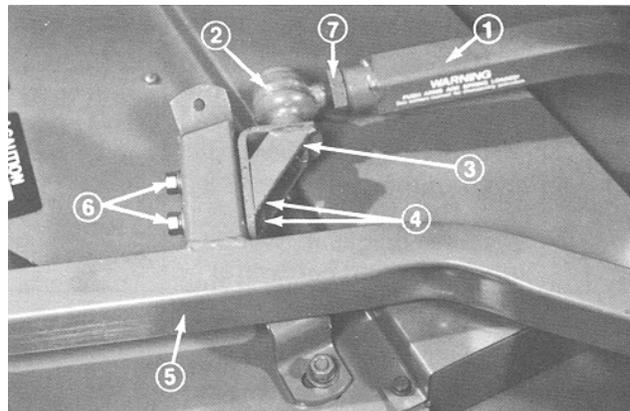

Figure 13
3. Fixez le support de rotule (Fig. 13) au support de montage avec deux vis d'assemblage (7/16 x 3 po), 2 rondelles plates (7/16 po) et 2 écrous (7/16 po). La tête des vis d'assemblage et les rondelles plates doivent être en contact avec le support de rotule.
4. Serrez le grand écrou de blocage contre l'avant du bras de poussée gauche (Fig. 13). Lorsque vous serrez l'écrou de blocage, maintenez la rotule droite pour obtenir l'oscillation adéquate lors du levage et de l'abaissement du plateau de coupe.